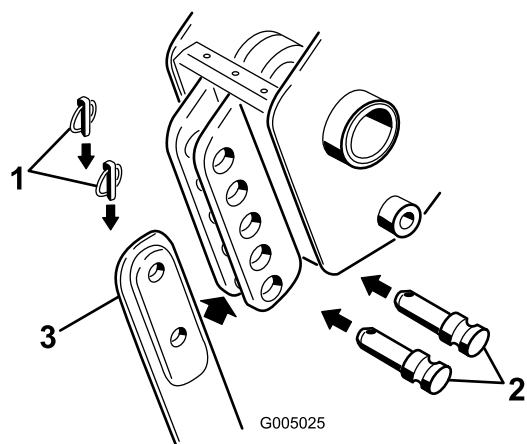

Figura 5
Nota: Per rimuovere completamente la lama, rimuovete l'acciarino e il perno con testa superiori e inferiori; fate riferimento alla Figura 5.
4. Rimuovete i 2 acciarini dai perni con testa nella staffa della lama, quindi rimuovete i perni con testa (Figura 5) e la lama esistente (se installata).
5. Fate scorrere la nuova lama nella staffa della lama e fissatela alla profondità desiderata (una modifica nei fori di montaggio cambia la profondità di 7,6 cm) utilizzando i perni con testa e gli acciarini rimossi in precedenza (Figura 5).